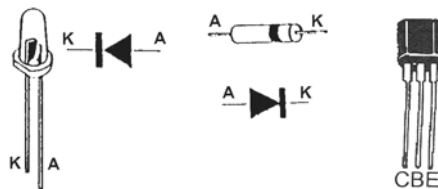

Рис.4 Цоколевка элементов
- проверьте правильность установки транзистора (цоколевка элементов показана на рис.4);